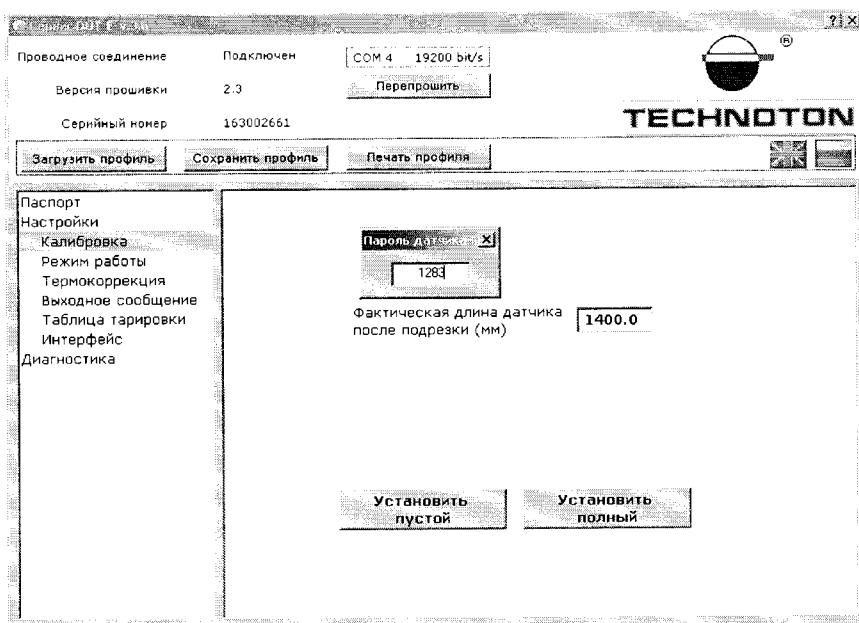

Рисунок 2 - Окно программы Service DUT-E
- Нажать «Установить пустой», ввести пароль в окне «Пароль датчика» (Рисунок 2).